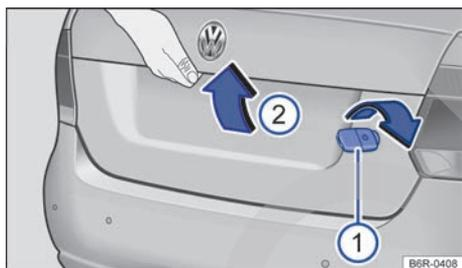

Fig. 66 En el lado exterior del portón del maletero: apertura del portón.
- Presione sobre la parte superior del emblema de Volkswagen → fig. 66 ❶. El emblema bascula hacia fuera ❷.